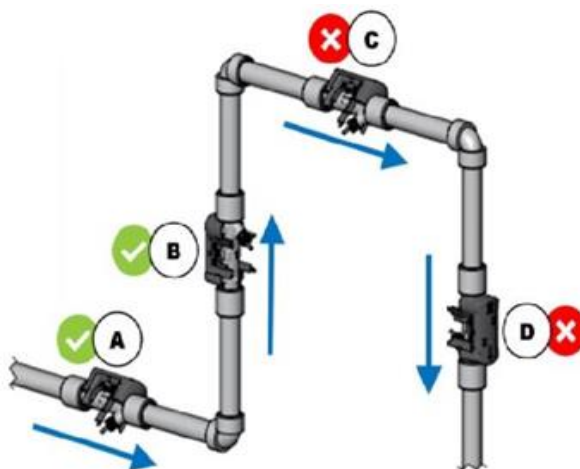

Figura 3: Posiciones de instalación
- ❖ 2. Vea las posiciones de instalación en la Figura 3, en las que A y B son las posiciones de instalación adecuadas, mientras que C y D son las posiciones incorrectas.